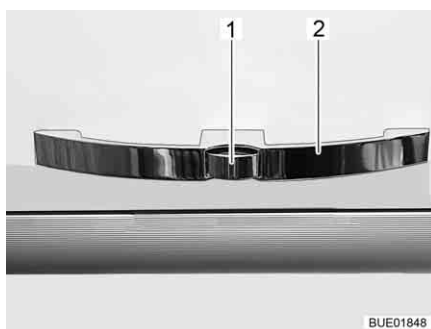

Fig. 40 Sportello del mobile con maniglia (esempio)
- Premere il bottone di sbloccaggio (Fig. 40,1) della maniglia (Fig. 40,2) e mantenerlo premuto.